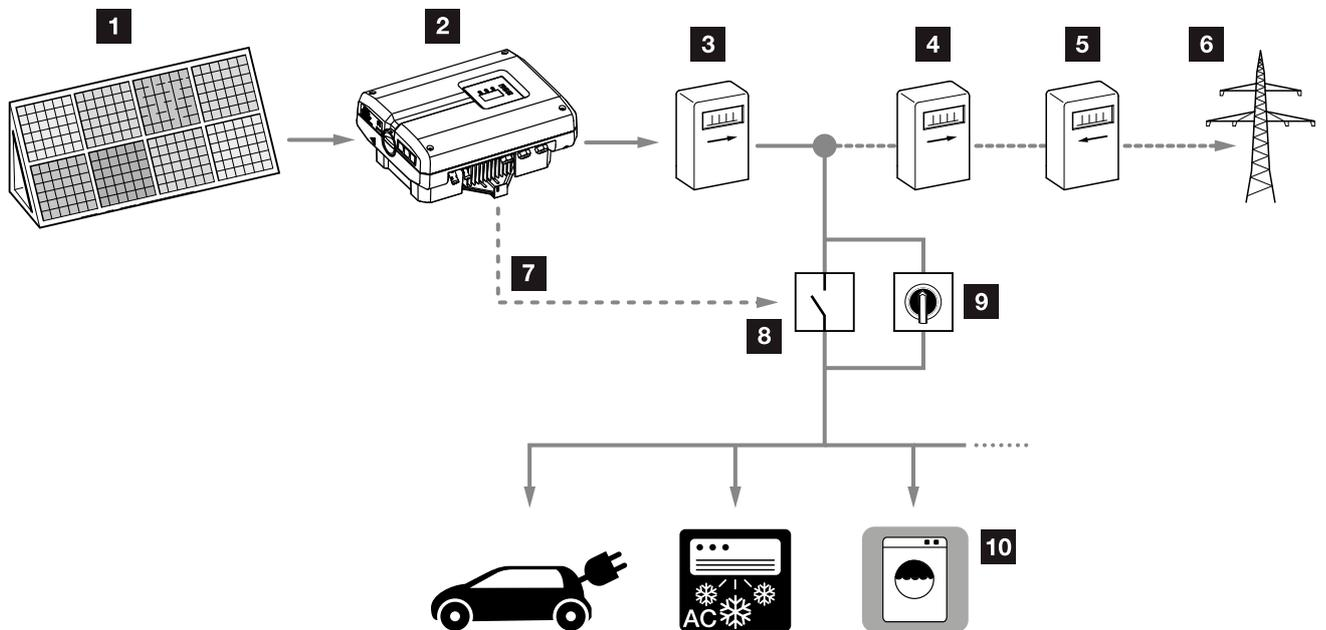

Abb. 60: Konfiguration Eigenverbrauch
3. Die weiteren Komponenten für den Eigenverbrauch fachgerecht installieren und anschließen. 🔧 Abb. 60